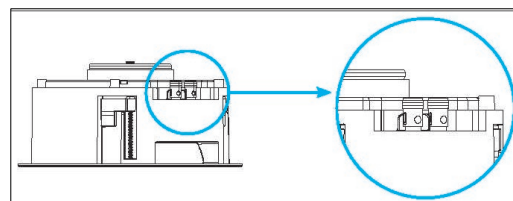

図 1：接続ターミナル
2. スピーカーコネクタはスプリング式のため、各コネクタの上部を押し下げコネクタを開き、ワイヤーを挿入してください（図 1 参照）。